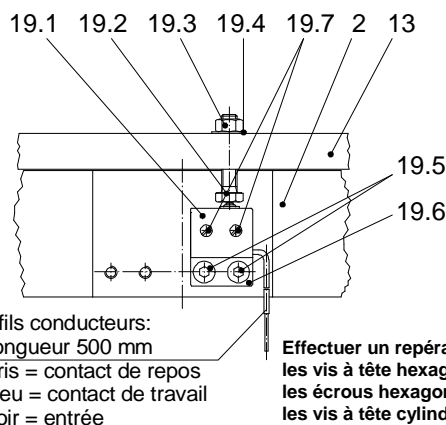
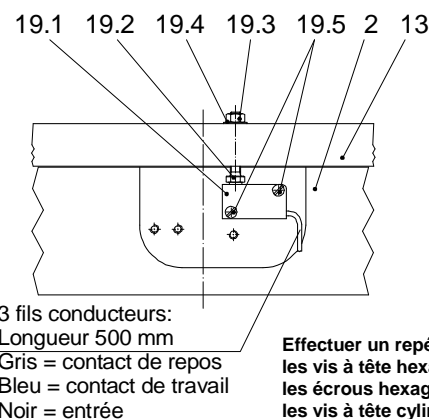

Fig. 7 (Taille 60 – 125)
Fig. 8 (Taille 250 – 2000)
Contrôle de l'usure (19) fig. 7 et 8
Montage (en usine fig. 7 et 8)
1. Enduire le début du filet de la vis (19.2) avec de la LOCTITE 243 et l'introduire dans le disque de freinage (13) jusqu'en butée de sa tête. (Tête de la vis vers le porte-bobine (2))
4. Visser la plaque d'adaptation (19.6) avec les deux vis à tête cylindrique (19.5) (M4x8 – DIN 912) sur le porte-bobine (2) côté contrôleur d'usure (fig. 7). (Fixer à la LOCTITE 243.)
5. Fixer le frein à la paroi de la machine (12) ou au dispositif de montage, au couple de serrage nominal. **Simultanément, placer des cales d'ajustement "Z" (tab. 8) entre les douilles d'écartement (7) et la paroi de la machine (12) ou le dispositif de montage.**
1. Visser la vis (19.2) jusqu'en butée de sa tête sur le disque de freinage (13). (La tête de la vis en direction du porte-bobine (2))
3. Fixer le micro-interrupteur (19.1) au porte-bobine (2) côté contrôleur d'usure, à l'aide des vis à tête cylindrique (19.5), fig. 8. (Bloquer les vis (19.5) à la LOCTITE 243.)
4. Fixer le frein à la paroi de la machine (12) ou au dispositif de montage, au couple de serrage nominal. **En même temps, placer des cales d'ajustement "Z" (tab. 8) entre les douilles d'écartement (7) et la paroi de la machine (12) ou le dispositif de montage.**
Réglage et contrôle du micro-interrupteur (pos.19.1) (fig. 7 et 8 en usine)
avec jauge d'épaisseur (fig. 7 et 8) en usine :